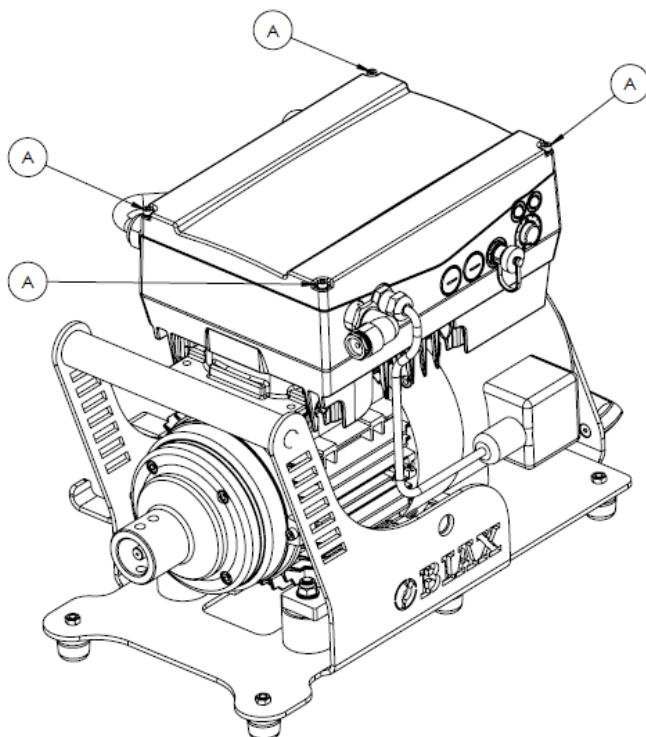

Abbildung 1: Demontage der Schrauben
Entfernen Sie die 4 Schrauben (A) der Antriebseinheit, wie in Abbildung 1 gezeigt.